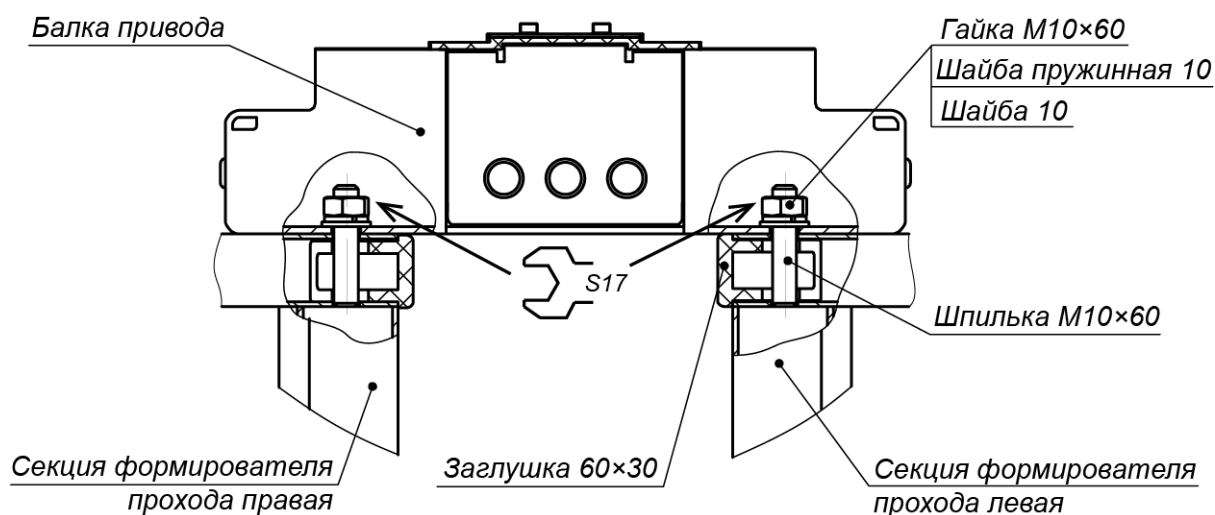

Рисунок 14. Крепление балки привода (8) к секциям (6) формователя прохода
14. Распакуйте секции ротора (1) (ящик №2).
15. Произведите монтаж ротора (1) (работайте вдвоем!):
- Соберите нижний узел вращения (3) ротора в стойке с преграждающими планками (5) (см. рис. 14). Две шайбы скольжения и находящаяся между ними фторопластовая вставка должны лежать в узле без перекосов, опираясь на всю опорную поверхность, симметрично относительно оси ротора (верхняя шайба скольжения приклеена к валу ротора). При этом гладкие поверхности шайб скольжения должны быть ориентированы на вставку. Допускается применение на поверхностях скольжения смазки типа ШРУС-4.
- Установите секцию ротора с элементами крепления в нижний узел вращения (3): заведите ее с небольшим наклоном цилиндрическим хвостовиком в узел вращения и затем переведите секцию в вертикальное положение.